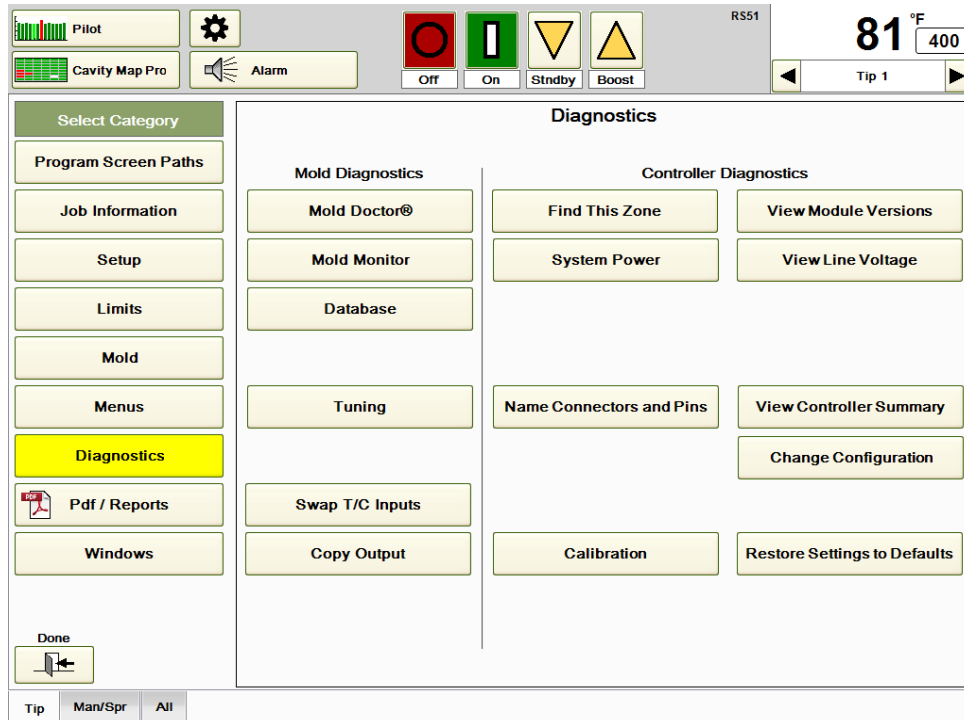
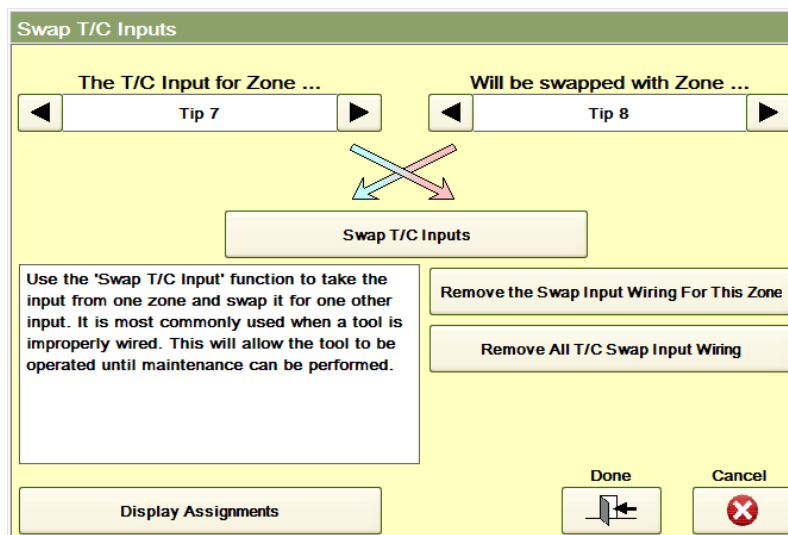

Abbildung 17a Diagnose
Abbildung 17b Inputs tauschen
TE-Inputs tauschen: Drücken Sie diese in Abbildung 17a gezeigte Taste, um den Bildschirm aus Abbildung 17b aufzurufen. Dieser Bildschirm kann zur Änderung der
Zuordnung von Thermoelementen zu Zonen verwendet werden. Er wird am häufigsten verwendet, wenn festgestellt wird, dass im Werkzeug zwei oder mehrere Thermoelemente falsch angeschlossen sind. Anstatt sich die Zeit zu nehmen, das Werkzeug zu öffnen und das Problem zu beheben, kann es sinnvoll sein, die Thermoelement-Zuordnung in der Software vorübergehend zu ändern. Das Beispiel in Abbildung 17b zeigt, wie die Thermoelemente an den Düsen 7 und 8 mithilfe der folgenden Vorgehensweise vertauscht werden:
- 1) Wählen Sie eine der zwei zu tauschenden Zonen aus (Düse 7 in Abbildung 17b).
- 2) Wählen Sie die andere zu tauschende Zone (Düse 8 in Abbildung 17b).
Connectoren und Pins benennen: Drücken Sie diese in Abbildung 17a gezeigte Taste, um den Bildschirm aus Abbildung 17i aufzurufen. In dieser Übersicht sind die Anordnung und die Bezeichnungen der Kabelanschlüsse des Reglers zu sehen. Hier können In- und Outputs nicht verschoben werden. Dies muss entweder physisch oder mittels der Funktionen Input tauschen und Output kopieren erfolgen. Hier geht es ausschließlich um die Bezeichnungen. Sollen die Bezeichnungen im Regler geändert werden, so kann die Umbenennung ebenfalls hier erfolgen. In dem Beispiel in Abbildung 17i lautet die ursprüngliche Bezeichnung der Regler-Heizelementconnectoren (Leistung) *PWR A*, *PWR B*, *PWR C* und *PWR D*. Sie können mithilfe des folgenden Verfahrens in *PWR 1*, *PWR 2*, *PWR 3* und *PWR 4* umbenannt werden: